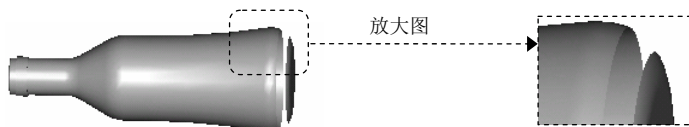

图 5.20.1 注意抽壳特征的顺序
Step2. 将底部圆角半径从 R5 改为 R15，单击 **模型** 功能选项卡 **操作** ▾ 区域中的  按钮重新生成模型，会看到瓶子的底部裂开一条缝，如图 5.20.1 所示。显然这不符合设计意图，之所以会产生这样的问题，是因为圆角特征和抽壳特征的顺序安排不当，解决办法是将圆角特征调整到抽壳特征的前面，这种特征顺序的调整就是特征的重排顺序（Reorder）。